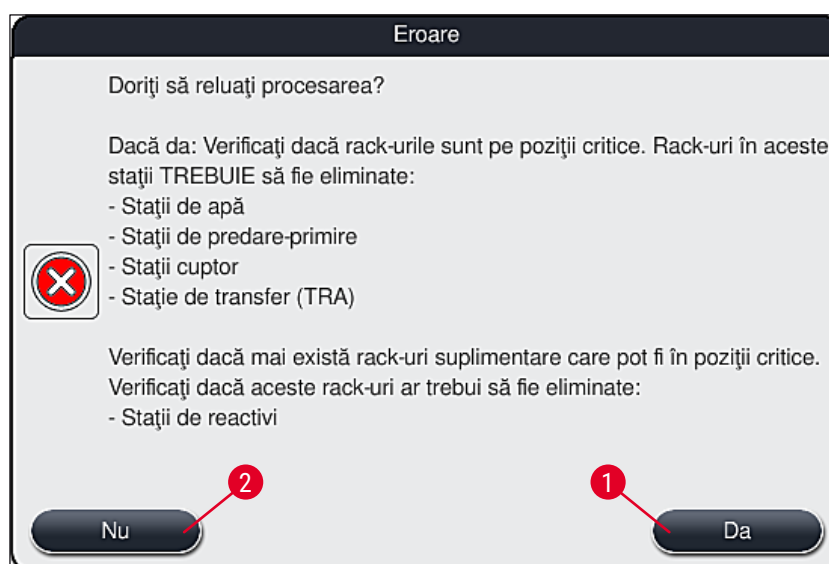

Fig. 108
- Ulterior, utilizatorul are opțiunea de a selecta dacă procesul de colorare trebuie sau nu să fie reluat (→ P. 132 – 8.2.2 Reluarea procesului de colorare după o întrerupere a alimentării) sau anulat (→ P. 133 – 8.2.3 Anularea tuturor proceselor de colorare după o întrerupere a alimentării electrice) (→ "Fig. 108").
2. Scoateți stativele critice de pe instrument în conformitate cu mesajul de informare (→ "Fig. 108") anterior și confirmați îndepărtarea prin apăsarea stației corespunzătoare (→ "Fig. 109-1") de pe ecran.
Anularea procesului de colorare și revenirea la meniul anterior de selecție (→ "Fig. 108") pot fi anulate prin apăsarea butonului **Anulare** (→ "Fig. 110-2").